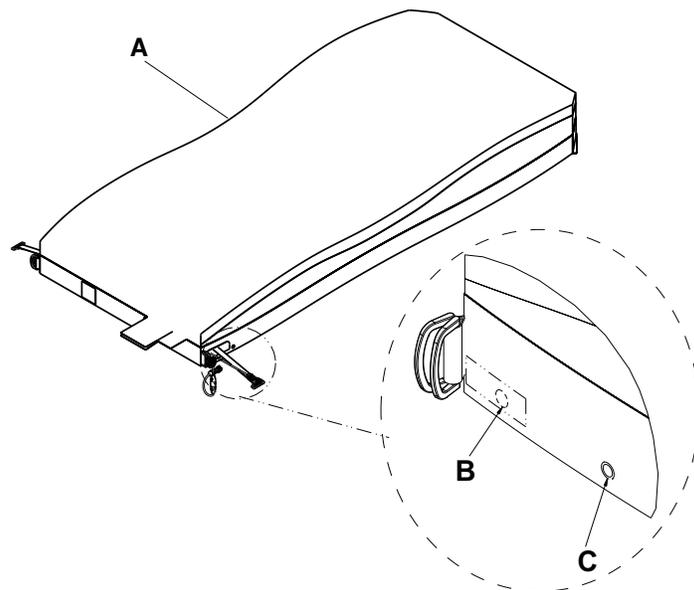

Figure 1 – Housse supérieure
5. Désenclencher les deux loquets de fixation (C) à chaque coin du côté pieds (Figure 1).
6. Désenclencher les attaches aux quatre coins (B).